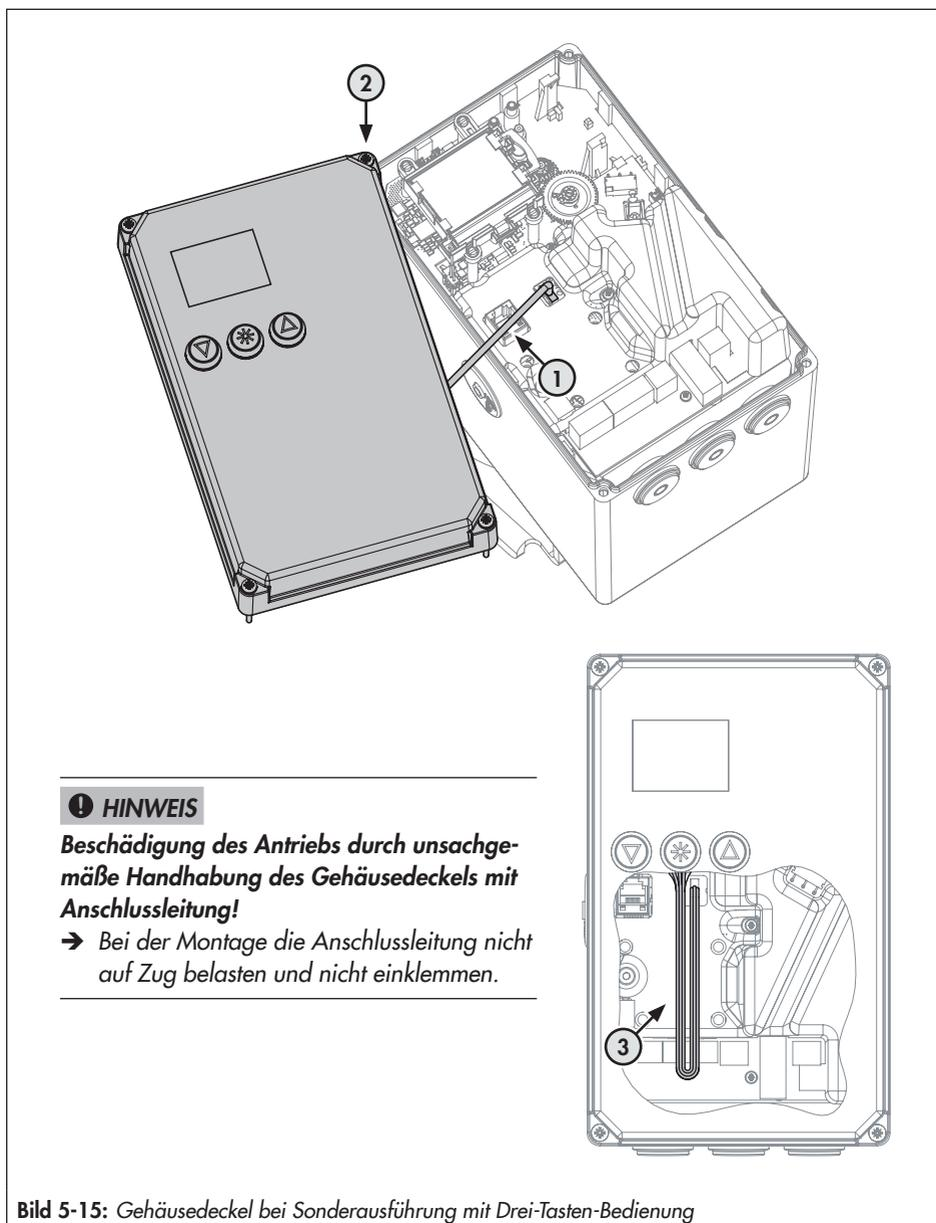

Bild 5-15: Gehäusedeckel bei Sonderausführung mit Drei-Tasten-Bedienung
→ Der Gehäusedeckel ist während der Ausführung der Arbeiten entsprechend am Antriebsgehäuse zu befestigen (vgl. Bild 5-15).
→ Vgl. Bild 5-15.
2. Gehäusedeckel in die Position nach Bild 5-15 bringen:
3. Deckel aufsetzen, Schraube (2, vgl. Bild 5-15) durch kurzes Linksdrehen zentrieren und leicht festziehen.
5. Schraube (2, vgl. Bild 5-15) lösen, Gehäusedeckel dabei so halten, dass die Anschlussleitung (1, vgl. Bild 5-15) des Gehäusedeckels nicht auf Zug belastet wird.
6. Gehäusedeckel auf das Gehäuse setzen und die Anschlussleitung wie in Bild 5-15 dargestellt im Gehäuse unterbringen.